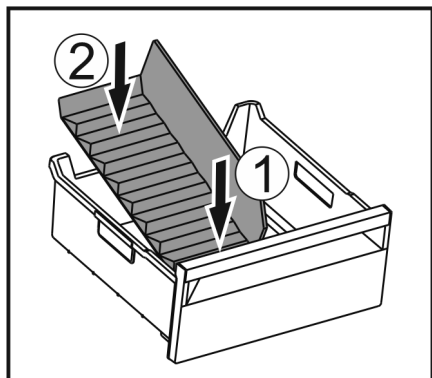

Fig. 100
- Vložte přední část přepážky přihrádky na led. Fig. 100 (1)
- Zadní část přepážky přihrádky na led spusťte až na dno zásuvky. Fig. 100 (2)